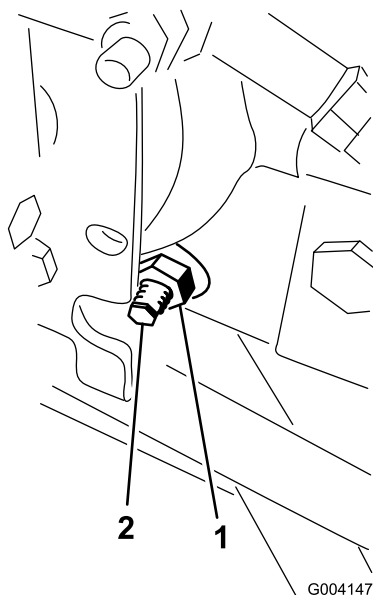

Figure 49
3. Sous le côté droit de l'hydrostat, desserrez le contre-écrou sur la came de réglage de transmission (Figure 49).